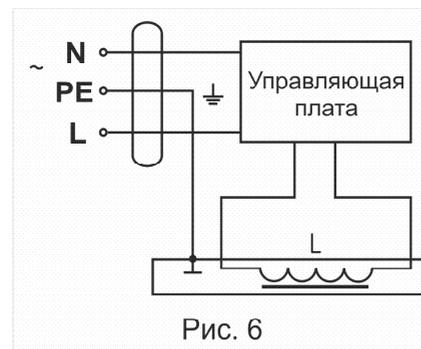

Рис. 6
4.3.6 Электрическая схема подключения клапана приведена на рис. 6. Обозначение контактов на схеме